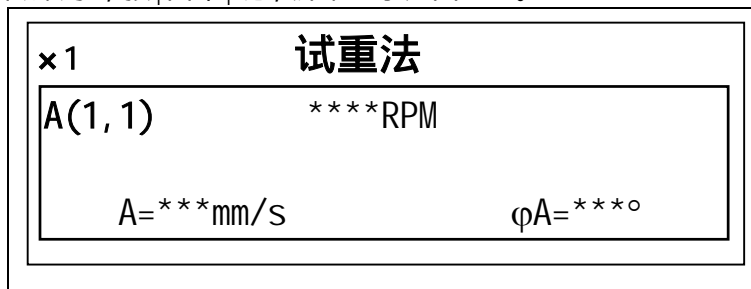

图4-19
启动转子，按|回车|键，屏幕显示如图4-19。
(5) 在图4-19中，当转速值稳定在动平衡转速，振动值A、角度值φA读数稳定时，按|保持|键锁定读数，屏幕的右上角显示“**”。